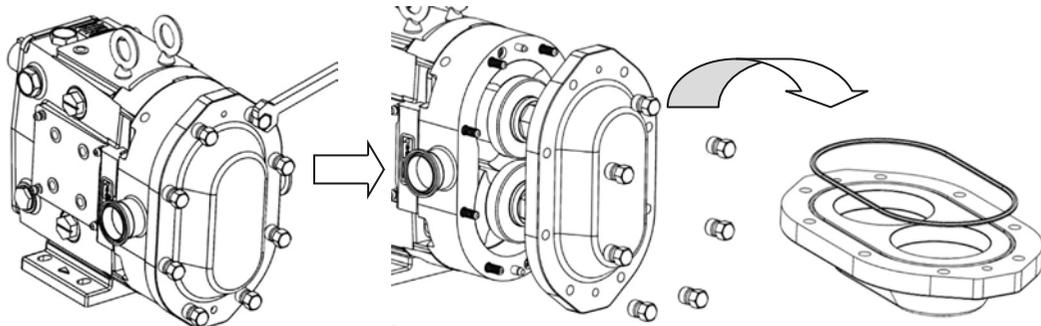

Figura 23: Remover la cubierta QP2
1) Empiece removiendo las tuercas de la cubierta (figura 23). Durante el desensamble coloque todas las partes en una superficie limpia y las partes pulidas hacia arriba. Retire la cubierta con la ayuda de un mazo suave. Remueva el o-ring de la cubierta e inspecciónelo.